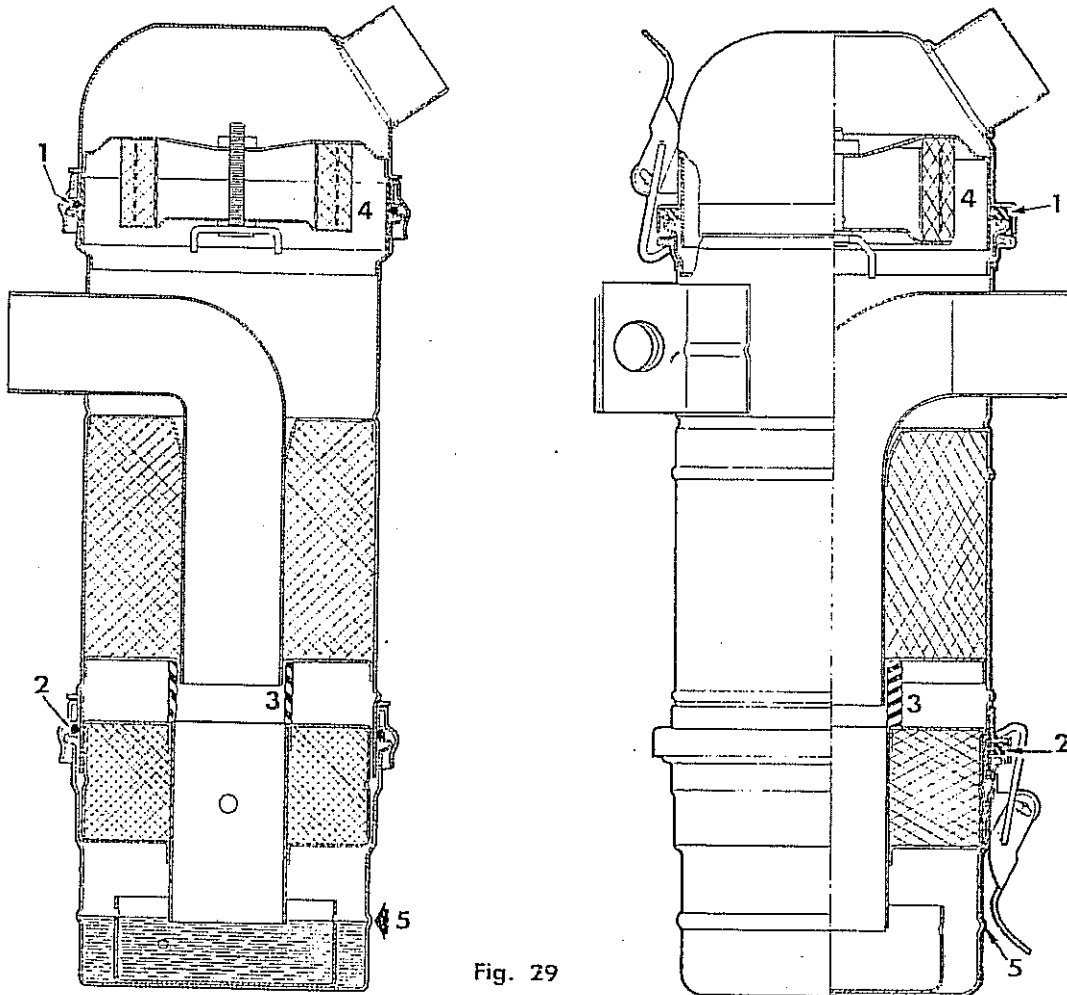

Fig. 29
- 2) Verificar el estado de las superficies de cierre del cuerpo del filtro con el depósito inferior y la tapa superior y en especial los anillos de junta (1 y 2, Fig. 29), que permiten el cierre hermético de las superficies mencionadas.
- 3) Comprobar el estado del manguito interior de goma (3). De ser necesario, reemplazarlo por uno nuevo.
- 4) Armar el filtro, humedeciendo el elemento filtrante secundario (4), con aceite de motor limpio y llenar a nivel correcto el depósito inferior con aceite de motor limpio tal como lo indica la flecha (5). Durante el montaje debe verificarse que la unión de los componentes del filtro sea la correcta.